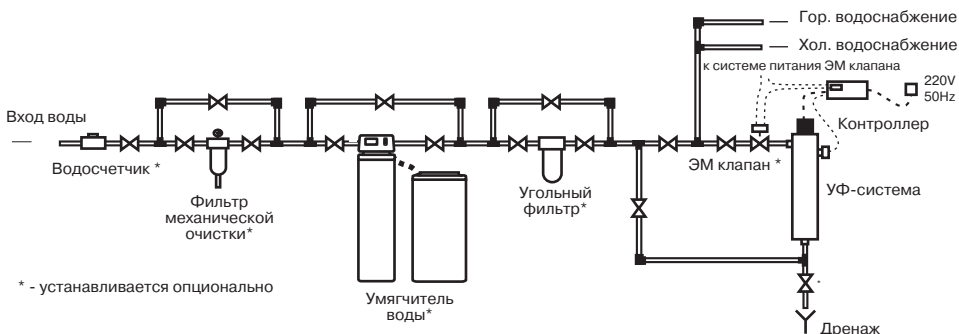

Рис. 1
1. На рис. 1 показана типичная установка системы дезинфекции и дополнительных принадлежностей. Устройство байпасной линии рекомендуется в случае, если система требует отключения при обслуживании. Следует иметь в виду, что система водоснабжения потребует дополнительной дезинфекции, если вы пользуетесь “байпасной” водой. Кроме того, небезопасно пользоваться для питья водой, поступающей по байпасной линии. В этом случае следует прокипятить воду в течение двадцати минут.